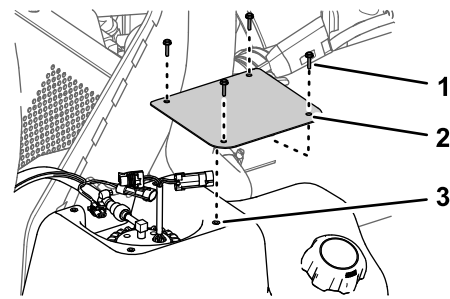

Figura 77
1. Monte la tapa en el depósito (Figura 77) con los 4 tornillos (N.º 10 x ¾") que retiró en el paso 2 de Retirada de la tapa de la bomba de combustible (página 64).